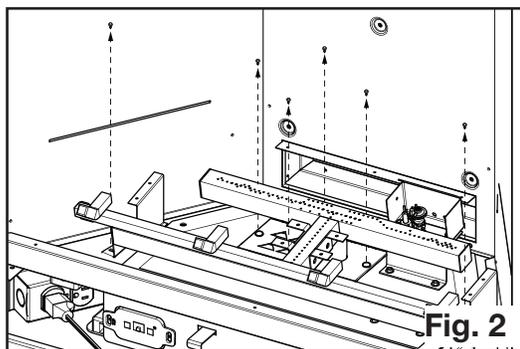
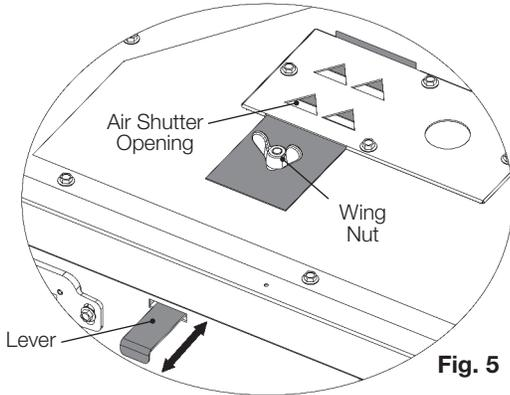
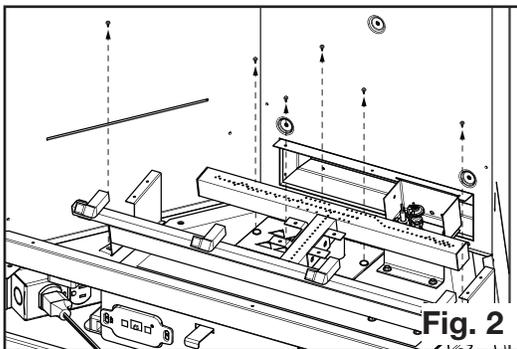

Fig. 2
Fig. 5
Fig. 2
- 3. Remove 2 screws securing the burner assembly in place then remove 4 screws securing the air box cover in place (Fig. 2). Lift the assembly up and out of the appliance to access the orifice. Avoid touching nut securing the air shutter slide (Fig. 5).
- 3. Retirer les 2 vis sécurisant l'assemblage du brûleur en place puis retirer les 4 vis sécurisant le couvercle de boîte d'air en place (Fig. 2). Soulevez-les hors de l'appareil pour donner accès à l'injecteur. Ne touchez pas la vis servant à fixer le glissière du volet d'air (Fig. 5).